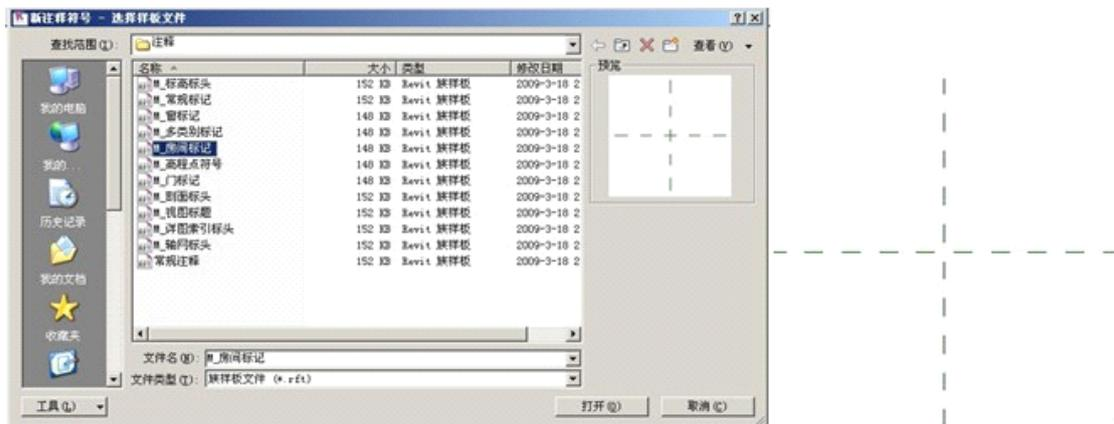

图 19.1-1
1、**打开样板文件：**单击应用程序菜单下拉按钮，选择“新建-注释符号”命令，打开“新建注释符号”对话框，选择“M-房间标记”确定（如图 19.1-1 所示）。